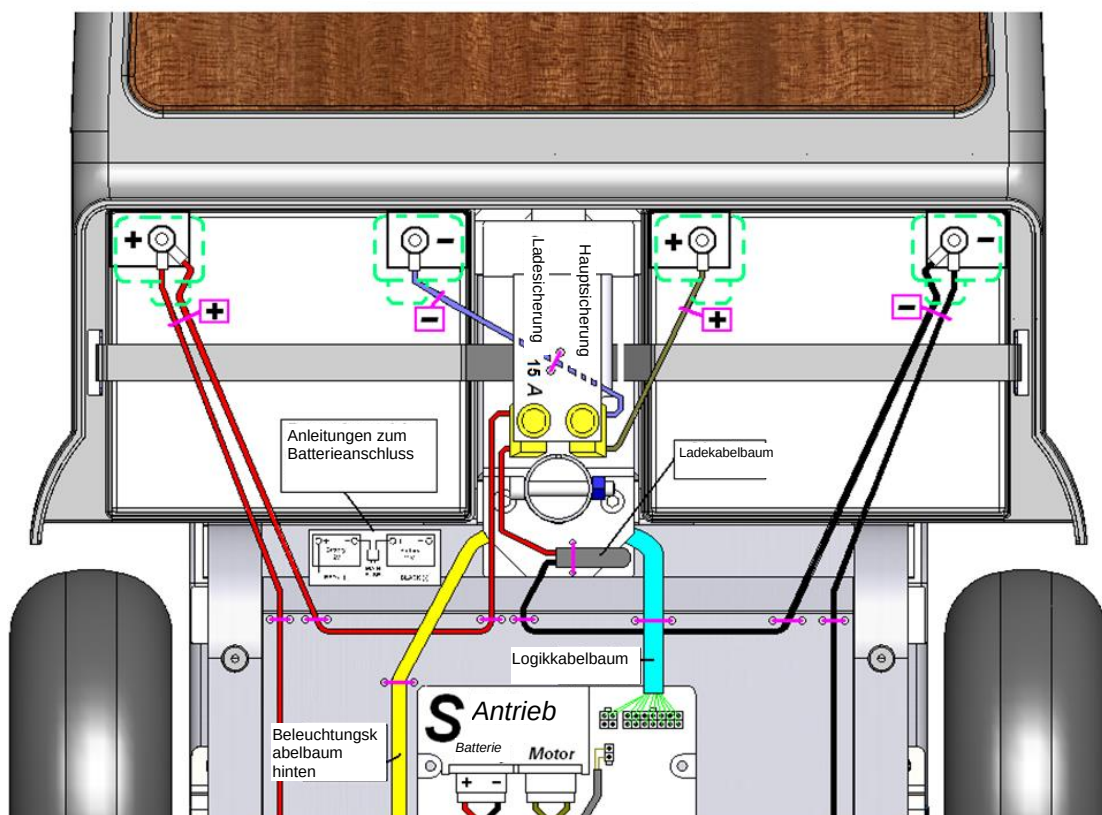

Abbildung 11
2. Die Zahlen in Klammern beziehen sich auf die in Abbildung 11 dargestellten Teile.
Batterieaustausch	Hinweis! Batterien dürfen nur von geschultem Fachpersonal ausgetauscht werden. Warnung! Batterien enthalten viel Energie und können Funken schlagen, was zu einer möglichen Brandgefahr führt. Warnung! Der Umgang mit Batterien kann bei unsachgemäßer Handhabung zu Schäden und Verletzungen führen. Beachten Sie bei diesem Verfahren die Abbildung 12. 1. Entfernen Sie die Klemmenisolierkappe von einer Batterieklemme. 2. Schrauben Sie die Leitung mit einem 10/13-mm-Schlüssel von der Klemme ab. Achten Sie darauf, dass der Schlüssel keine anderen Klemmen oder Metallteile berührt, da dies zu Schäden oder Verletzungen führen kann. 3. Wiederholen Sie die Schritte 1 und 2 für alle anderen Klemmen 4. Entfernen Sie die alten Batterien und setzen Sie die neuen Batterien ein. 5. Schließen Sie die Leitungen der neuen Batterien wie in Abbildung 11 gezeigt an (siehe auch das Schild in der Nähe der Batterien). 6. Schrauben Sie die Klemmen fest und setzen Sie die Isolierkappen wieder auf.